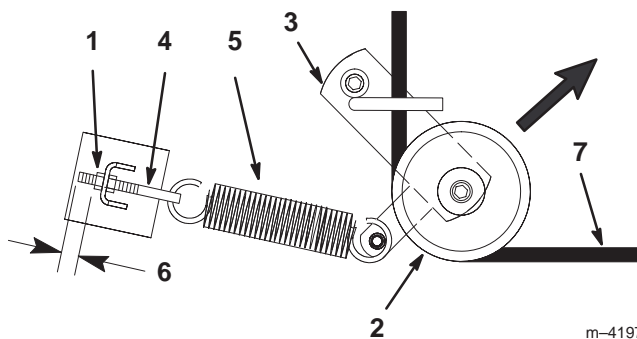

Bild 44
- Ziehen Sie die Spannscheibe in die in Bild 44 angegebene Richtung und rollen den Riemen von den Scheiben ab.
- Verlegen Sie den neuen Riemen um den Spannarm und um die Spannscheibe (Bild 44).
8. Ziehen Sie die Spannscheibe in die in Bild 44 angegebene Richtung und verlegen den Riemen um die anderen Scheiben (Bild 45).
Hinweis: Kontrollieren Sie, dass die Länge des freien Gewindes an der Feder-Augenschraube 3 mm beträgt (Bild 44).